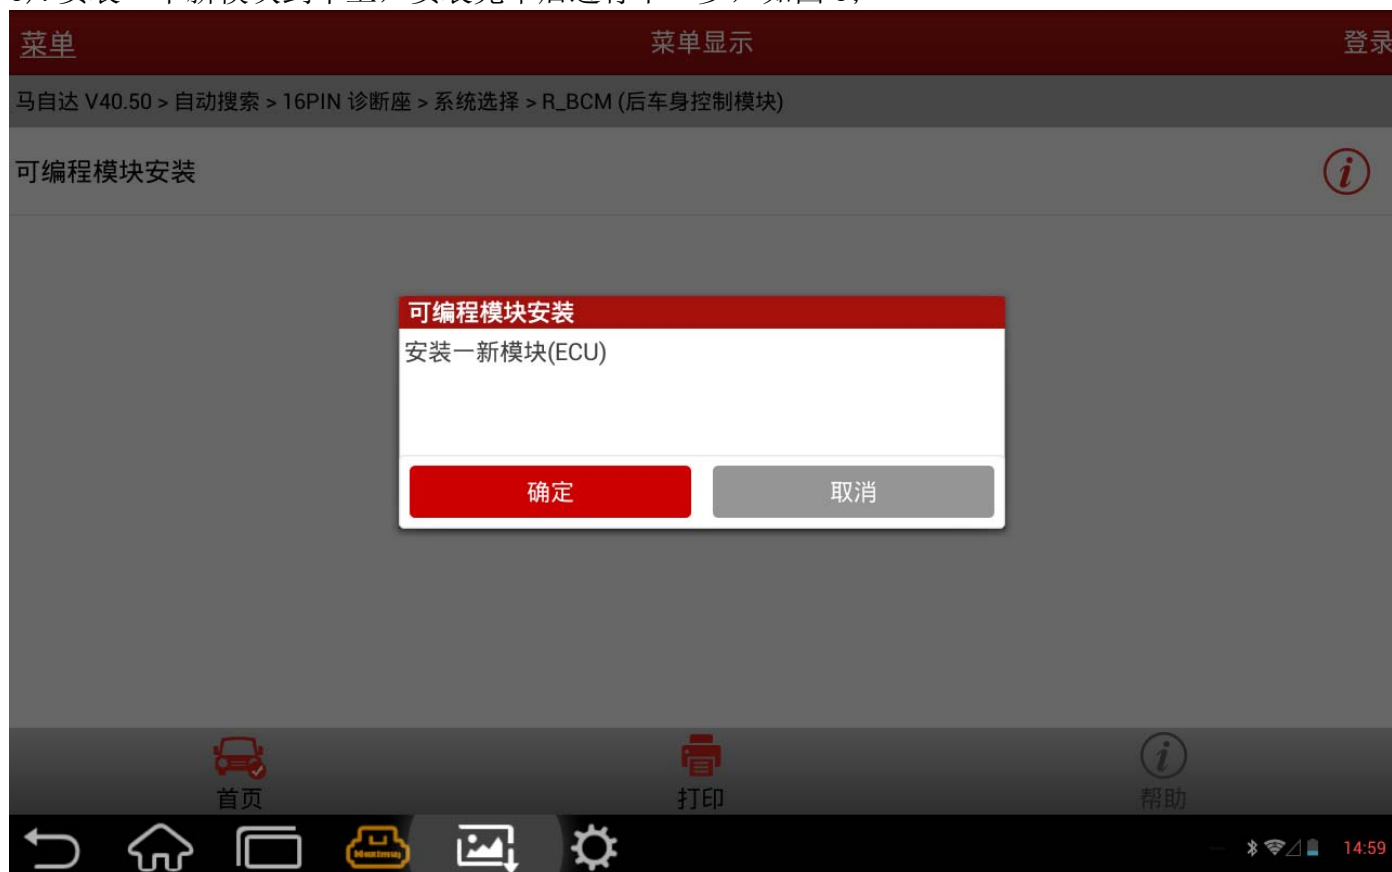

图 5
5). 安装一个新模块到车上，安装完毕后进行下一步，如图 5；